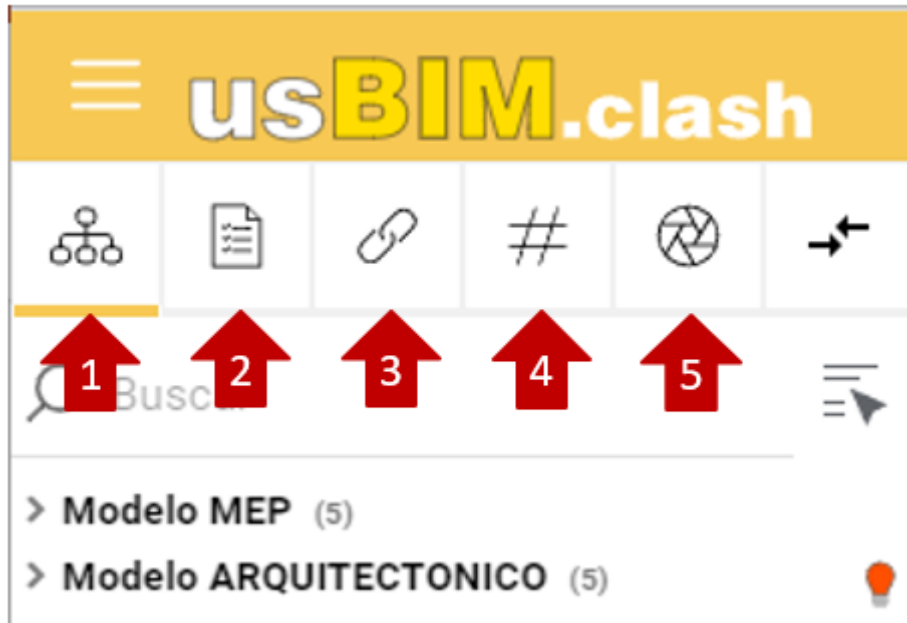

Figura 5. Tab filtro
- Estructura (flecha 1, Figura 5), permite seleccionar objetos utilizando las diferentes clases de un modelo IFC.
- Propiedades (flecha 2, Figura 5), permite filtrar los objetos de un modelo IFC utilizando las propiedades asociadas a ellos.
- Documentos (flecha 3, Figura 5), es posible filtrar los objetos de un modelo IFC utilizando los enlaces de documentos asociados a ellos.
- #TagBIM (flecha 4, Figura 5), para filtrar los objetos utilizando las etiquetas asociadas a ellos.
- Vistas (flecha 5, Figura 5), permite añadir un filtro de vistas para facilitar la colisión a estudiar.